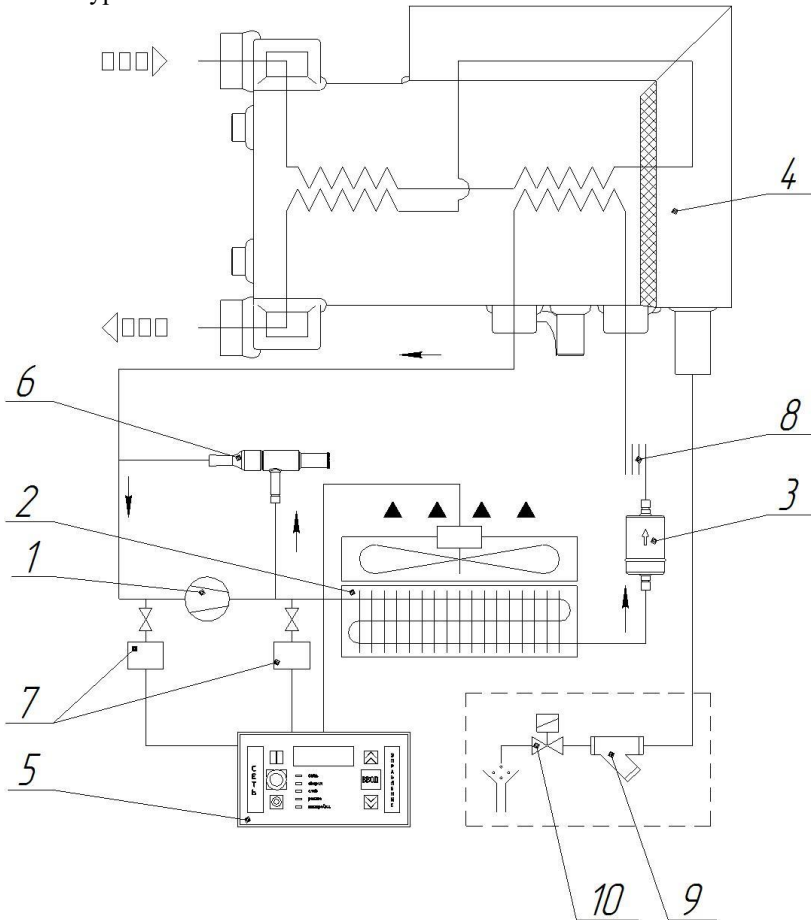

Рисунок 3 – Холодильный контур
4.1 Осушитель рис. 3 представляет собой конструкцию алюминиевого теплообменника, размещенного в блоке осушения 4. В первом контуре теплообменника из сжатого воздуха удаляется вода путем его охлаждения до температуры приблизительно $+3^{\circ}\text{C}$ и удаления образующегося при этом конденсата. С целью предотвращения образования конденсата на наружной поверхности трубопроводов системы циркуляции, обрабатываемый сжатый воздух перед выходом его из осушителя подвергается предварительному подогреву. Для этого он прогоняется через второй контур теплообменника.
4.1.1 Компрессор 1 (рис. 3) является активным элементом осушителя и обеспечивает циркуляцию хладагента по холодильному контуру за счет сжатия паров хладагента от давления кипения до давления конденсации.
4.1.2 Конденсатор 2 (рис. 3) представляют собой теплообменник, в котором за счет охлаждения сжатого газообразного фреона происходит конденсация паров и далее хладагент находится в жидком состоянии. Крыльчатка вентилятора ограждена сетчатым ограждением.
4.1.7 Фильтр-осушитель 3 (рис. 3) размещается перед капиллярной трубкой, задерживает все технические загрязнения и пары влаги, исключая их циркуляцию и вступление в химические реакции